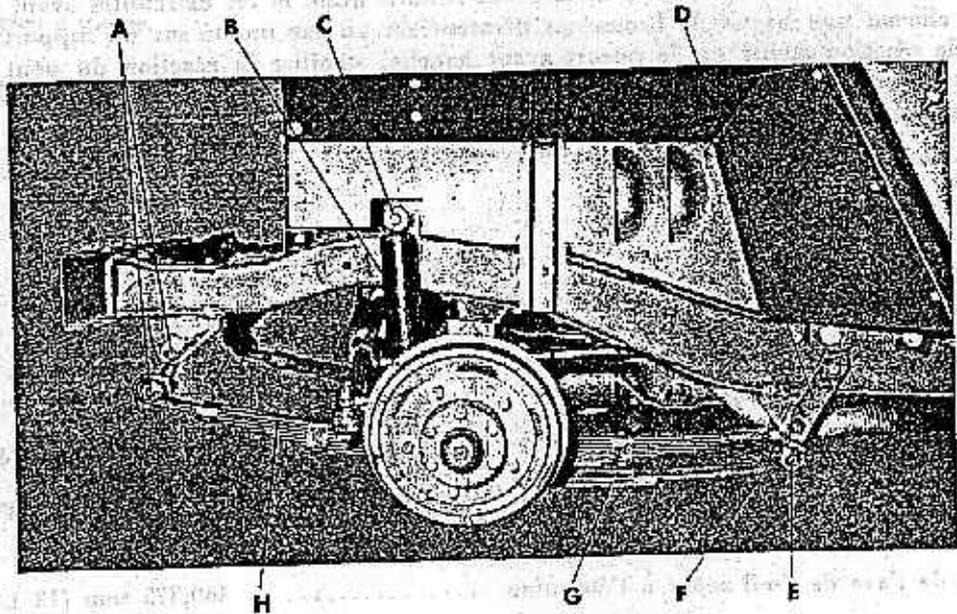

FIGURE 75. — Ressort avant gauche et ressort de réaction en place
2) Ressort avant gauche (fig. 75).